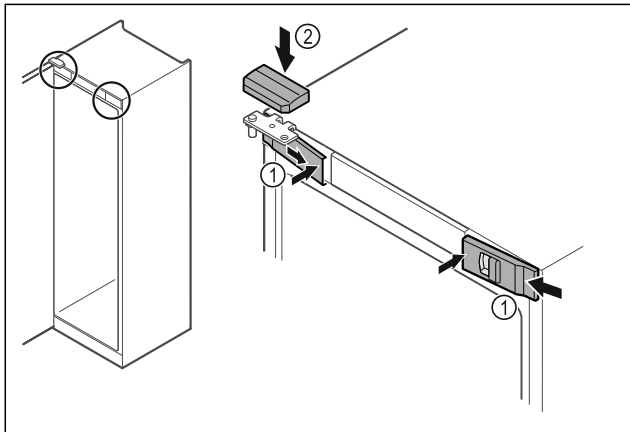

Fig. 51
- Přední kryt Fig. 51 (1) bočně zahákněte a zaklapněte dovnitř.
- Horní kryt Fig. 51 (2) shora zaklapněte.